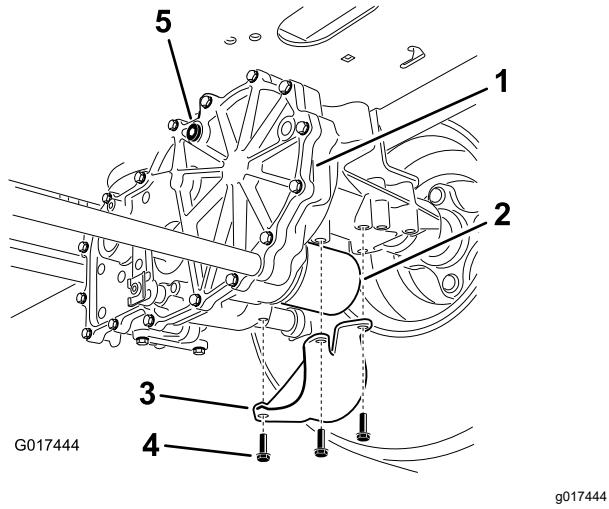

Figura 70
4. Localize o filtro e proteções em cada sistema de transmissão (Figura 70).
5. Retire os três parafusos que prendem a proteção do filtro e proteção (Figura 70).